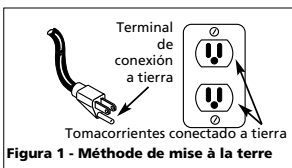

Figura 1 - Méthode de mise à la terre
1. Este producto está diseñado para circuitos nominales de 120 voltios y tiene un enchufe para conexión a tierra similar al de la Figura 1. Cerciórese de conectarlo a un tomacorrientes cuya configuración sea similar a la del enchufe. Este producto se debe conectar a tierra. En caso de que ocurra un cortocircuito, ésto evitaría el riesgo de choque eléctrico al ofrecerle un cable de desvío a la corriente eléctrica. Este producto tiene un cordón con un alambre y terminal de conexión a tierra. Debe conectarlo a un tomacorrientes que esté instalado adecuadamente según los códigos y ordenanzas locales.